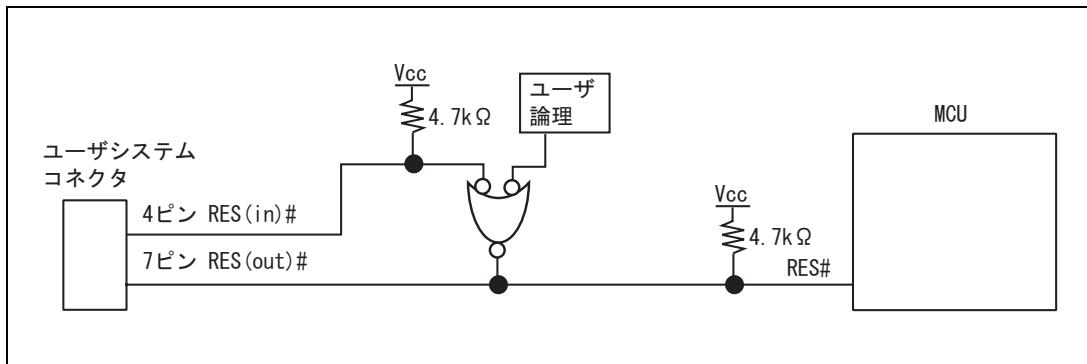

図1.6 RES#端子の結線
3. ユーザシステムコネクタの4ピンのRES(in)#端子はE10A-USBエミュレータがMCUに対して出力する信号線です。ユーザ論理のリセット回路と4ピンのRES(in)#端子を図1.6のようにして、MCUに結線してください。また、ユーザシステムコネクタの7ピンのRES(out)#端子はE10A-USBエミュレータがMCUのRES#端子をモニタする信号線です。ブルアップの上、ユーザシステムコネクタの7ピンに結線してください。